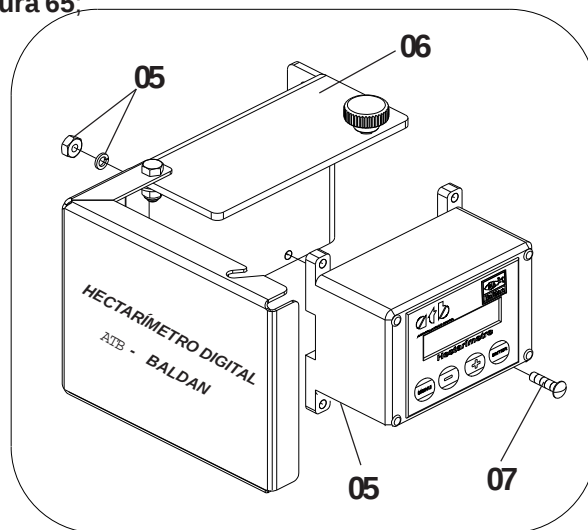

Figura 65
- 2 - Com a tampa frontal aberta, monte o hectarímetro (5) no suporte (6) com parafuso (7), arruela e porca (8), **Figura 65**;